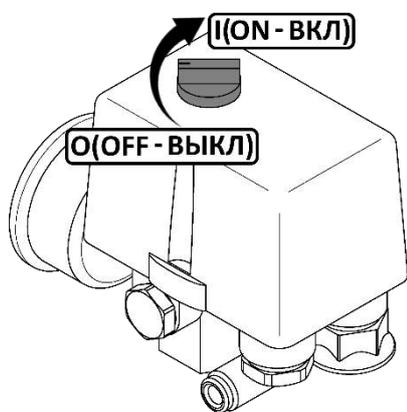
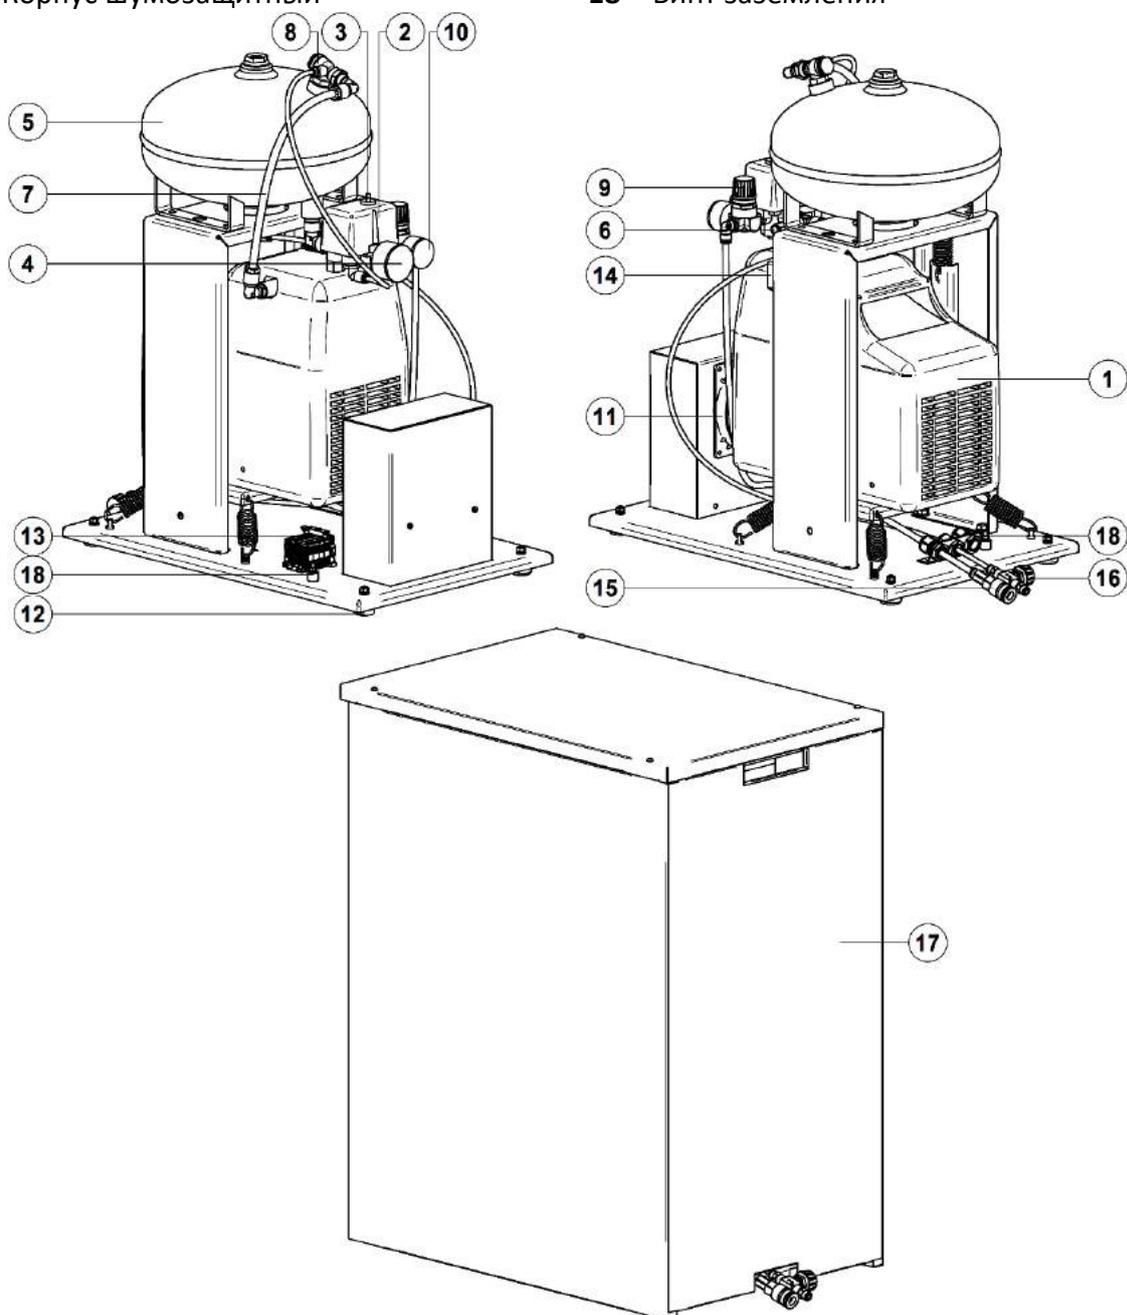

Рисунок 3
Рисунок 4 - Общий вид компрессора KM-8.F114K
7.5.8 Провод заземления подключите к винту заземления **18** (рисунок 4). При наличии заземляющего контакта в сетевой розетке дополнительное заземление не требуется.
- Проверьте, чтобы выключатель на реле давления находился в выключенном положении "O" (рисунок 3).
- Выключить компрессор выключателем **3** на реле давления (рисунок 4). Для этого необходимо переключить выключатель в положение "**О**" (рисунок 3). После этого остановится двигатель и произойдет сброс давления из нагнетательного воздухопровода и поршневого блока.
- Переключите выключатель **3** на реле давления (рисунок 4) в положение "0" (рисунок 3).
- После того, как блок поршневой **1** остынет до допустимой температуры, включите тепловое реле, нажав кнопку включения теплового реле **13** (рисунок 4).
- Снимите крышку всасывающего фильтра **14** (рис. 4), вывернув винт;